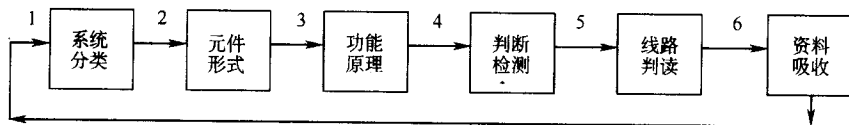

图 1-1 自我学习测评流程
(2) 详列各系统的元件组成和形式，并区分出各种形式的异同点。
(3) 理解各元件的作用、功能、原理，并逐条列项。
(4) 学习如何判断元件功能是否良好，利用各种检测方法及仪器设备的应用。
(5) 加强线路图的识别能力，根据线路图判断检测元件。
(6) 资料收集与整理，以及维修案例的总结能力。吸收新资料与知识，建立正确的维修操作程序与设定步骤。自我学习方法的测评流程如图 1-1 所示。